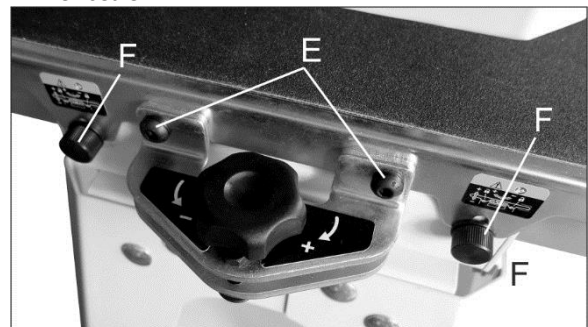

Abb. 10-3
13. Die zwei (2) Schrauben, mit denen der Fördertisch am Sockel befestigt ist, lösen.
14. Die zwei (2) Schrauben, mit denen der Fördertisch an der Trommel-Ausrichtunghalterung (E, Abb. 10-3) befestigt ist, lösen.
15. Die zwei Verriegelungen (F, Abbildung 10-3) lösen.